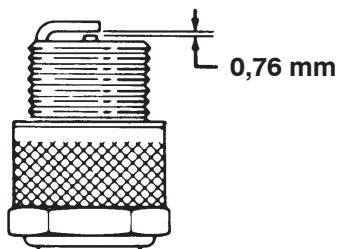

Figure 47
- Réglez l'écartement entre les électrodes centrale et latérale à 0,76 mm (Fig. 47). Mettez en place la bougie ainsi réglée avec son joint d'étanchéité et serrez-la à 23 Nm. À défaut de clé dynamométrique, serrez fermement la bougie.